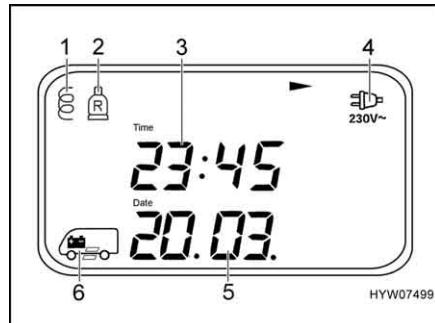

Bild 143 Grund-Menü (Menüseite 1)
Das Grund-Menü (Bild 143) erscheint immer nach dem Einschalten mit dem 12-V-Hauptschalter (Bild 141,8).
- Netzkontrolle (Bild 143,4): Symbol erscheint bei Anschluss des Fahrzeugs an die 230-V-Versorgung
- Datum (Bild 143,5)
- Uhrzeit (Bild 143,3)
- Trittstufe (Bild 143,6): Symbol erscheint, wenn die Trittstufe ausgefahren ist
- Symbolanzeige der Sonderausstattung "Umschaltanlage für zwei Gasflaschen" (Bild 143,1 und 2): Das Symbol der Gasflasche erscheint, wenn eine der beiden Gasflaschen leer ist. Wenn auch die zweite Gasflasche leer ist, blinkt das Symbol und im Grundmenü erscheint "ALARM".